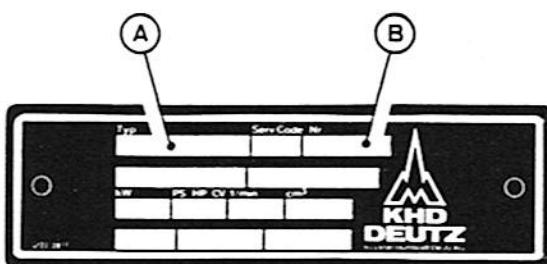
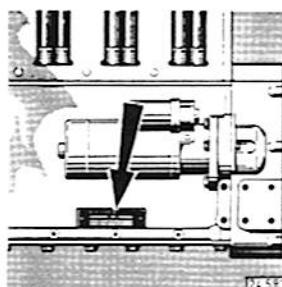
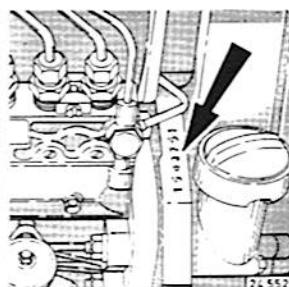

Рис. 1
Рис. 2
Рис. 3
**Конструктивное исполнение (A) и номер двигателя (B)** Вы найдете на фирменной табличке (рис. 1). Фирменная табличка прикреплена к картеру (рис. 2). Кроме этого - номер двигателя выбит на картере. (рис. 3)